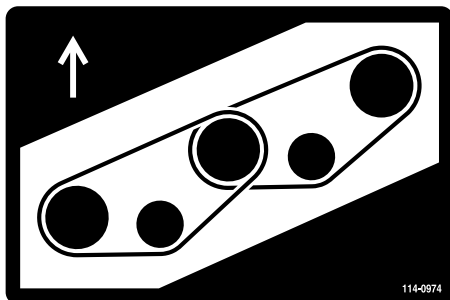
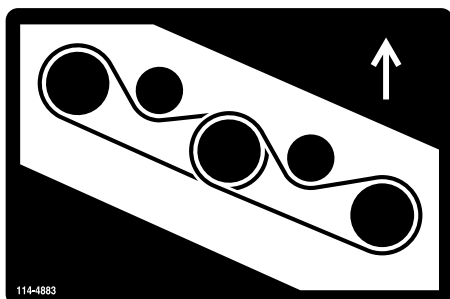

Рисунок 85
Рисунок 86
5. Обведите новый ремень вокруг шкивов шпинделей и натяжного шкива, как показано на Рисунок 85 и Рисунок 86.